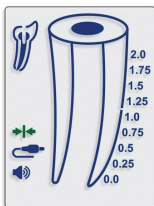

図 3
- 5.3.2. 正しく接続されたことを示す「接続」アイコン  が画面に表示されます(図3)。